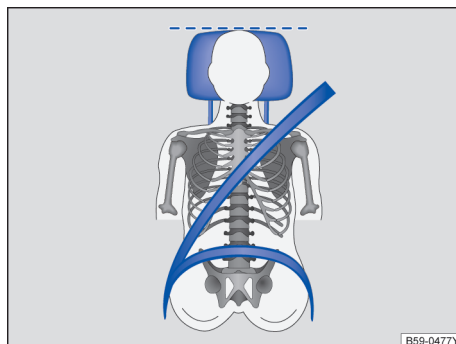

图 16 驾驶员头枕的正确位置
- 调节头枕，使头枕的上沿与您的头顶等高，不可低于眼睛，头部尽可能贴近头枕→图 16。▶